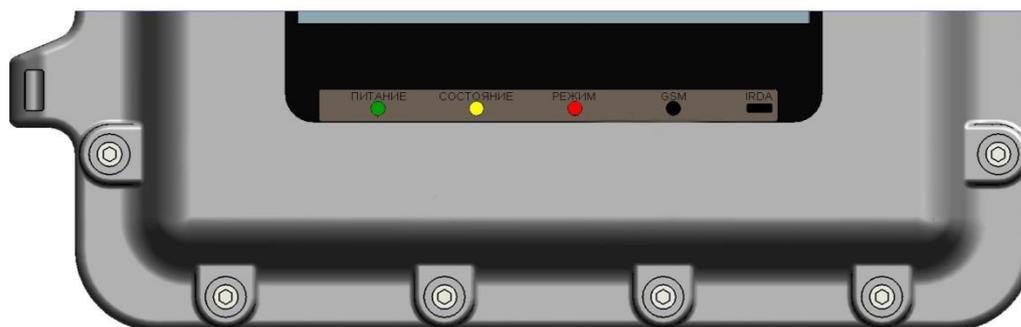

Рис. 7. Внешний вид панели светодиодов
- линейка светодиодов на передней панели хроматографа (при комплектации хроматографа ЖК дисплеем и сенсорным экраном, Рис. 7), предназначенная для визуализации основных режимов, индикации ошибок и аварий хроматографа. Назначение и функции светодиодов представлены в таблице 5.